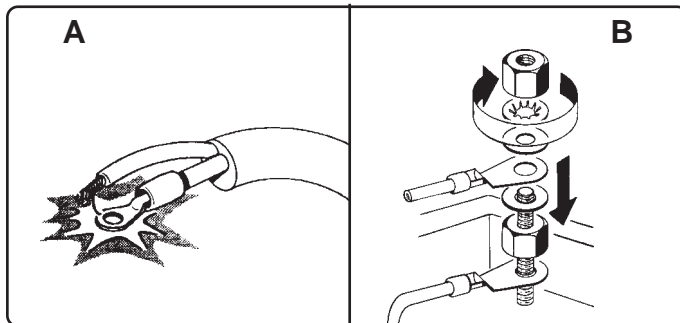

Fig. 17
- Evitare sfilacciamenti che potrebbero provocare interruzioni o corto circuiti (Fig. 17 - A).
- Ricordarsi di interporre sempre le apposite rondelle prima dei dadi (Fig. 17 - B), onde evitarne l'allentamento con conseguente collegamento incerto alla rete e possibile provocazione di danni.
- Prevent fraying, which could cause interruptions or short-circuits (Fig. 17 - A).
- Always remember to insert the washers before the nuts in order to prevent slackening, uncertain mains connection and possible damage (Fig. 17 - B).
- Éviter les épissures qui pourraient provoquer des interruptions ou des courts-circuits (Fig. 17-A).
- Se rappeler de toujours mettre les rondelles avant de serrer les écrous (Fig. 17 - B) pour éviter le desserrage du raccordement et risquer de provoquer des dégâts plus importants.
- Das Ausreißen der Kabelenden vermeiden, weil dies zu Stromunterbrechungen oder Kurzschlüssen führen kann (Abb. 17-A).
- Nicht vergessen, vor den Muttern immer die Unterlegscheiben zwischenzulegen, damit die Verschraubungen sich nicht lockern. Dies würde den Stromanschluß unsicher machen und könnte zu Schäden führen (Abb. 17-B).
- Evitar deshilachados que puedan provocar interrupciones o cortocircuitos (Fig. 17 - A).
- Recordarse de intercalar siempre las correspondientes arandelas antes de las tuercas (Fig. 17 - B), para evitar que se aflojen quitando seguridad a la conexión con la red y provocando los consecuentes daños.